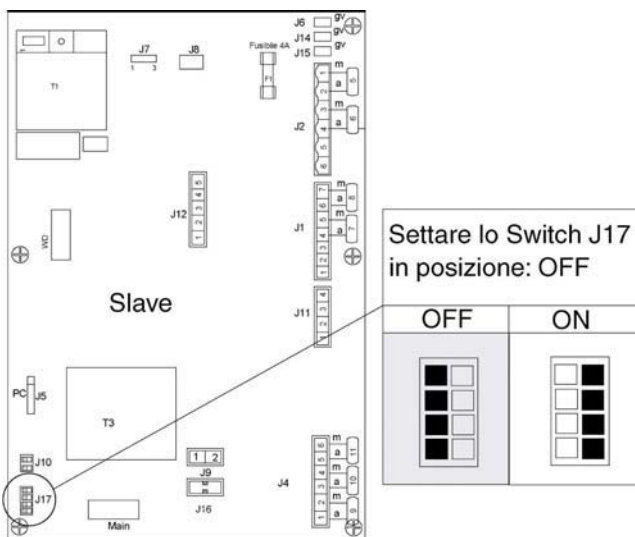

Figura 23
- b. Settare tutti e quattro gli interruttori J17 presenti su ogni Slave del gruppo termico nella posizione Off (Figura 23);